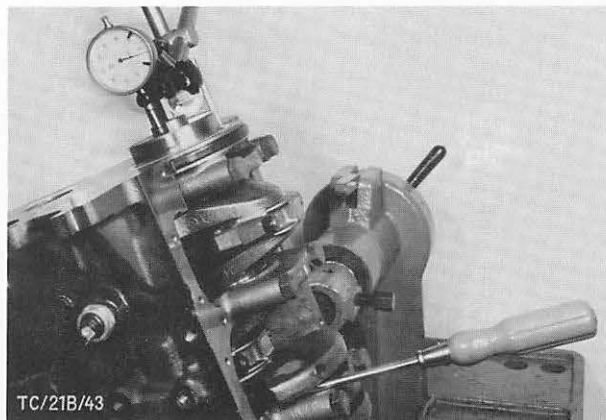

Abb. 104 Axialspiel der Kurbelwelle ermitteln
34. Axialspiel – Kurbelwelle mit einer Tastuhr, Abb. 104, überprüfen (siehe Techn. Daten).